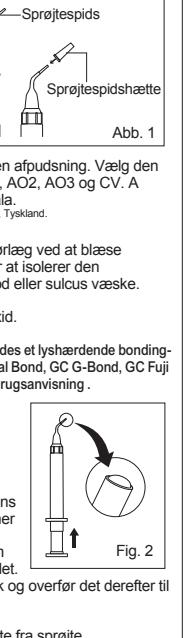

Fig. 2
2. For at fjerne luft fra sprøjtlen, trykkes sprøjtens stempel forsigtigt ind, indtil materialet kommer ud af spidsen (Fig. 2).